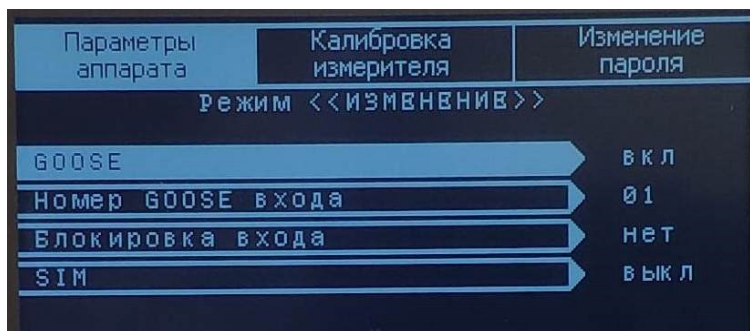

Рисунок 18 – Параметры GOOSE
2.1.12. «Конфигурация GOOSE» - подраздел предназначен для конфигурирования параметров GOOSE (см. рисунок 18).